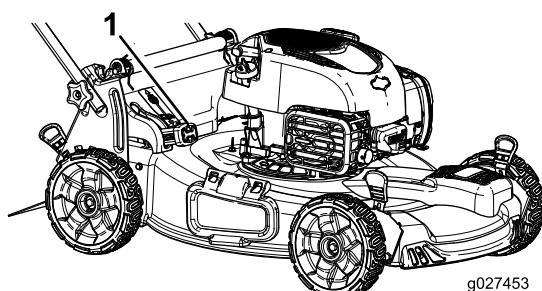

図 18
- ・ **集草しながらの刈り込みをしたい場合には、レバーの頭部にあるボタンを押し込んでレバーを前に倒します。ボタンが飛び出して来ればセット完了です** 図 18。